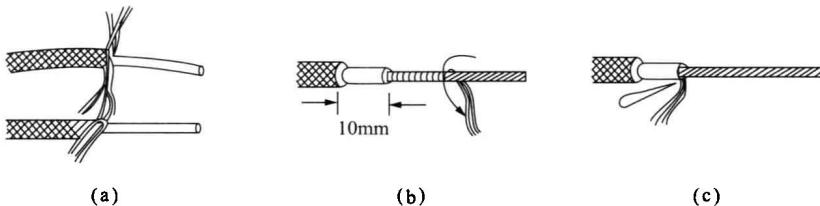

图 1.4 花线绝缘层的剖削
- (1) 花线最外层棉纱织物保护层的剖削方法和里面橡胶绝缘层的剖削方法类似皮线线端的剖削。由于花线最外层的棉纱织物较软,可用电工刀将四周切割一圈后用力将棉纱织物拉去,如图 1.4(a)所示。
- (2) 在距棉纱织物保护层末端 10mm 处,用钢丝钳刀口切割橡胶绝
(3) 用手将包裹芯线的棉纱松散开,如图 1.4(b)所示。
(4) 用电工刀割断棉纱,即露出芯线,如图 1.4(c)所示。